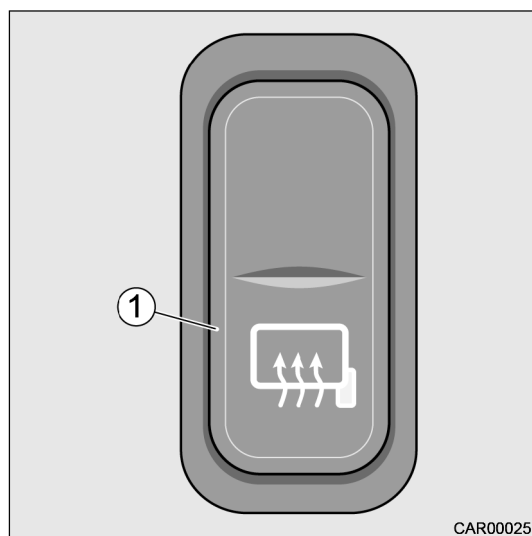

Fig. 36 Chauffage du rétroviseur
1. Actionner le commutateur (Fig. 36/1).